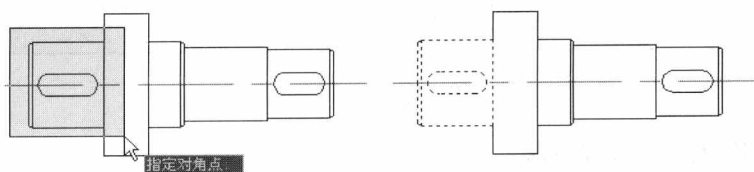

图 1-14 “窗口”选择对象
- **窗口(W)** 通过使用鼠标左键，从左到右指定一个矩形区域的两个角点来选择对象，完全落在窗口内的对象被选中，如图 1-14 所示。